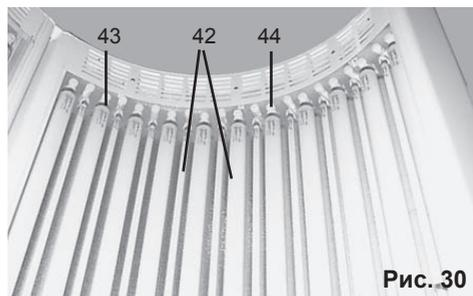

Рис. 30
Пусковые системы (44) расположены в верхней части лампы и чтобы их удалить/установить необходимо, повернуть ее на 90° и вытащить из патрона. Рис. 30.